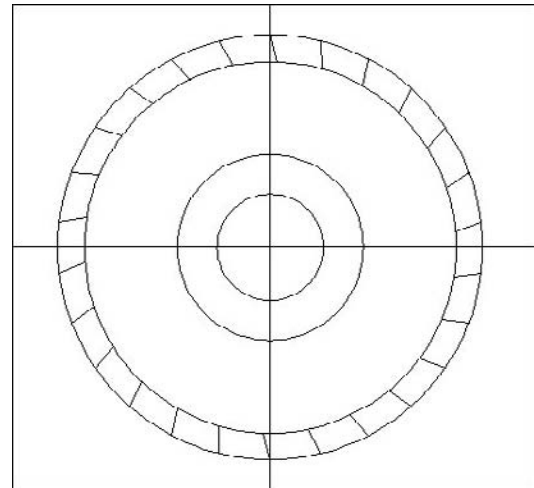

Fig.5.20
- 6 A l'aide de la commande **Réseau** (Array), effectuer 26 copies du trait oblique (fig.5.20).